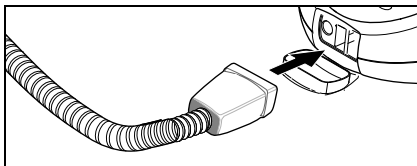

Fig. 5
- Sæt dampstikket (C7) fast i damprensens stik (A1). Dampstikket skal gå i hak på låget til stikdåsen (se fig.5).